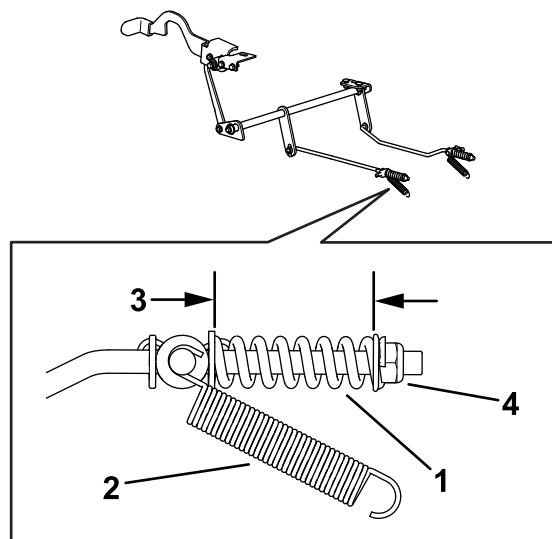

Figure 80
8. Contrôlez les deux longueurs de ressort comme montré à la Figure 80. Si un réglage est nécessaire, tournez l'écrou de maintien du ressort dans le sens horaire pour raccourcir le ressort, et dans le sens antihoraire pour l'allonger. Répétez l'opération 6.